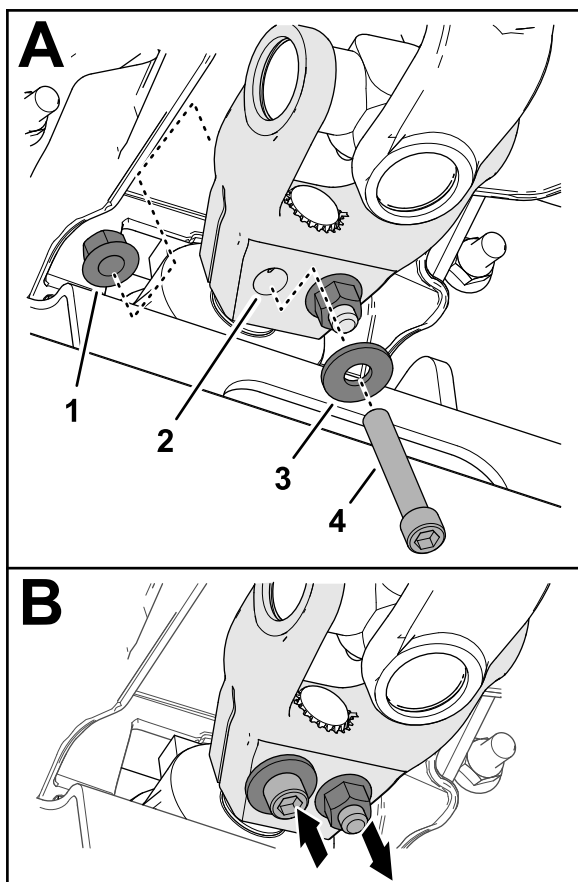

Figura 16
6. Monte un tornillo de caperuza de cabeza allen ($\frac{3}{8}$ " x $2\frac{1}{4}$ ") a través de una arandela ($\frac{3}{8}$ ") y del taladro en la horquilla del árbol de transmisión (Figura 16) y fije el tornillo de caperuza con una contratuerca con arandela prensada ($\frac{3}{8}$ ").
7. Monte un tornillo de caperuza de cabeza allen ($\frac{3}{8}$ " x $2\frac{1}{4}$ ") a través de una arandela ($\frac{3}{8}$ ") y del taladro en la horquilla del árbol de transmisión desde la dirección opuesta (Figura 16) y fije el tornillo de caperuza con una contratuerca con arandela prensada ($\frac{3}{8}$ ").